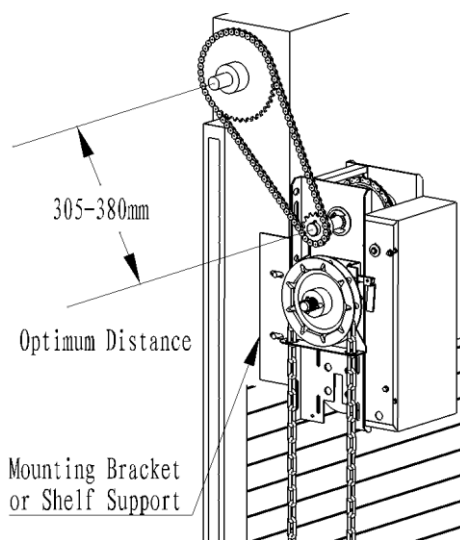

Figura 2
2) El montaje soporte o el soporte (véase la **Figura 2**)